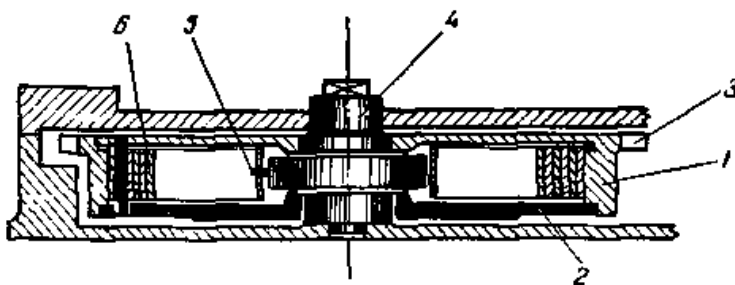

Рис. 5. Двигатель часового механизма в собранном виде:
- 4) двигатель часового механизма (рис. 5);